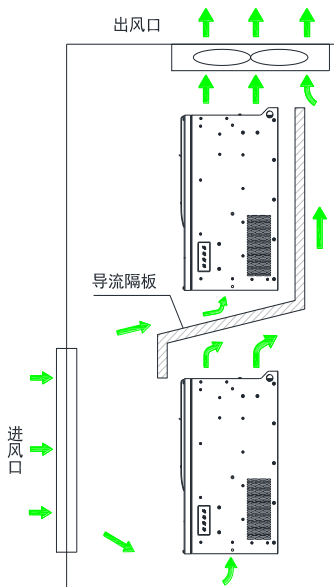

图 3-4 上下排安装要求
- 垂直向上安装变频器，便于热量向上散发。若柜内有多台变频器时，请并排安装。在需上下安装场合，请参考图 3-4，安装隔热导流板；
① 壁挂式安装